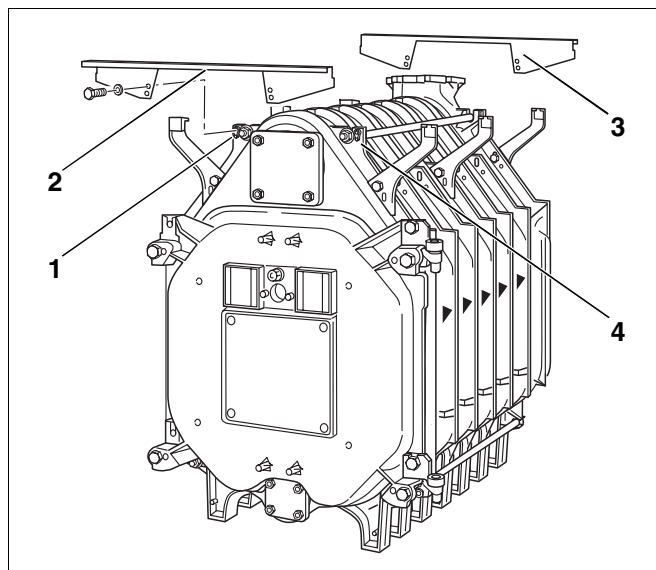

Fig. 36 Montering af tværtraverser
- Fastgør den forreste tværtravers foroven (Fig. 36, **pos. 2**) på beslaget (Fig. 36, **pos. 1 og 4**), og skru den fast med sekskantskruer (M 8 x 16). Ombukket på den forreste travers skal vende fremad.
- Fastgør den bageste tværtravers foroven (Fig. 36, **pos. 3**) på beslaget, og skru den fast med sekskantskruer (M 8 x 16). Ombukket på den bageste travers skal vende bagud.